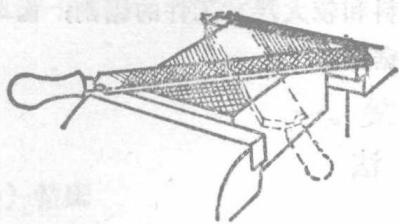

图 1-12 交叉锉
2. 交叉锉 交叉锉是锉痕交叉的锉法（图 1-12）。从锉痕交叉处的接合情况，可以判断锉面的凹凸现象和大致程度，从而便于锉平平面。同时交叉锉加大了锉刀与工件的接触长度，使锉刀的运动较为平稳。